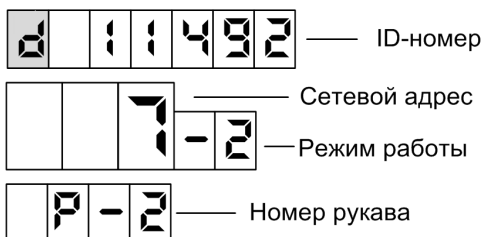

Рисунок 9
8.8 По команде СУ на табло могут отображаться сетевой адрес, режим работы и ID-номер рукава (рисунок 9). При снятии/установке любого раздаточного крана на табло выводится информация для следующего по счету рукава. По достижению последнего рукава вновь отображается информация по первому рукаву.